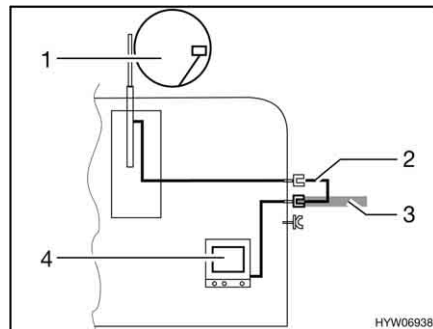

Bild 153 TV im Fahrzeug
- TV im Fahrzeug (Bild 153,4): Anschluss an Dachantenne (Bild 153,1) mit Verbindungskabel (Bild 153,2)
- TV im Fahrzeug (Bild 153,4): Anschluss an externe Antenne (Bild 153,3)